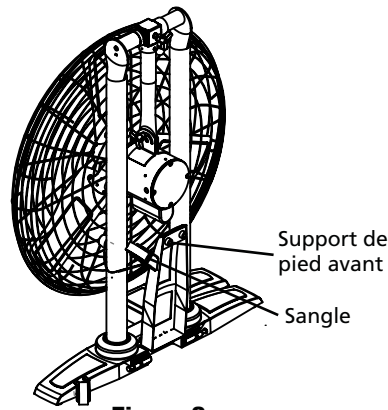

Figure 2
Voir les Figures 2 à 9.
Coupez la sangle qui retient le support de pied avant pendant l'expédition. Voir la Figure 2.
2. Repositionnez le support de pied avant sur une surface plane et de niveau. Voir les Figures 2 et 3.